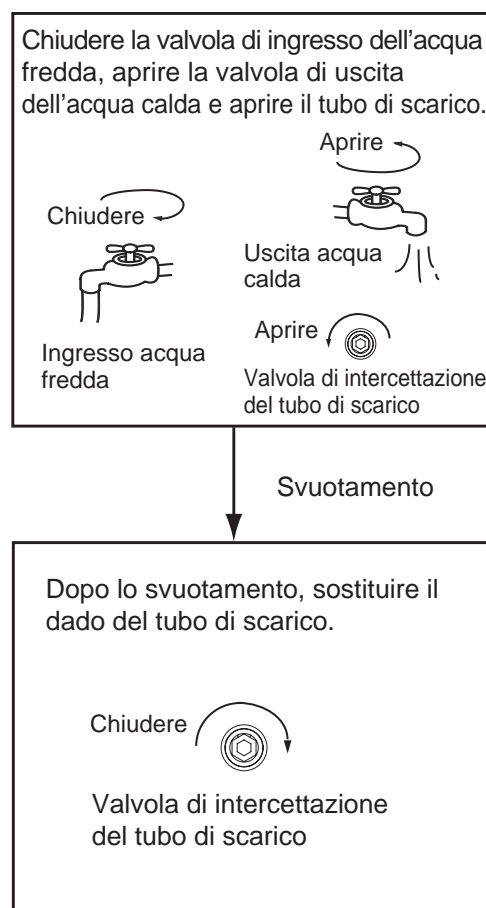

Fig. 21
- Svuotamento: se l'Unità necessita di pulizia, spostamento ecc., il serbatoio deve essere svuotato. Metodo: vedere Fig. 21.